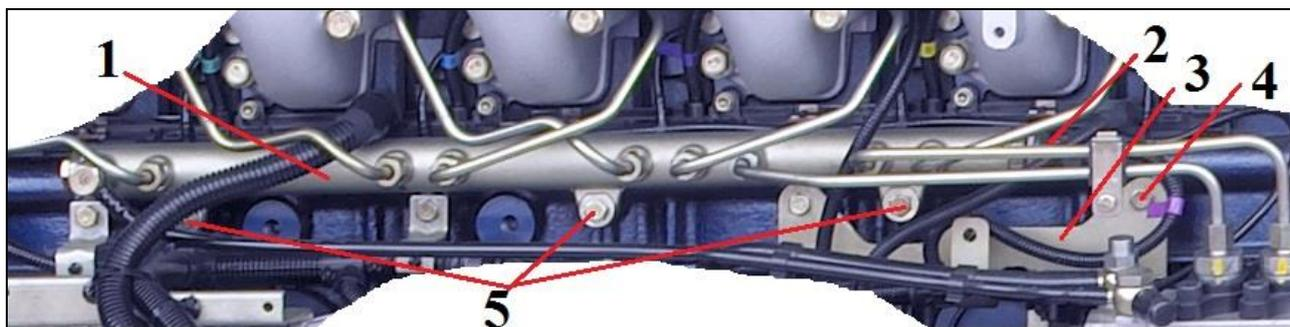

Рис. 23 Снятие топливной рампы
2.21. Снятие топливной рампы (см. Рис. 23)